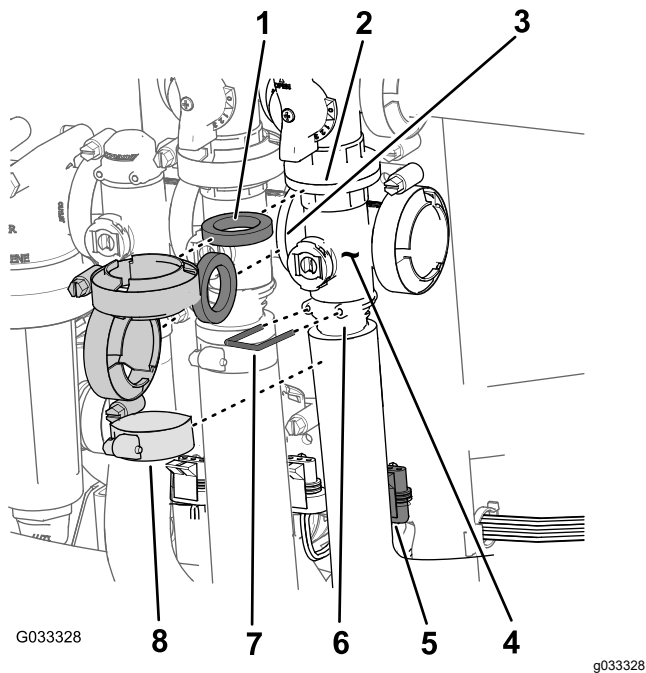

Figure 71
1. Retirez les colliers et les joints qui fixent le collecteur de la vanne principale (Figure 71) à la vanne de dérivation de section, la vanne d'agitation et soupape du collecteur de la vanne principale (au bout du flexible du débitmètre).
2. Retirez l'étrier qui fixe le raccord de sortie au collecteur de la vanne principale (Figure 71).